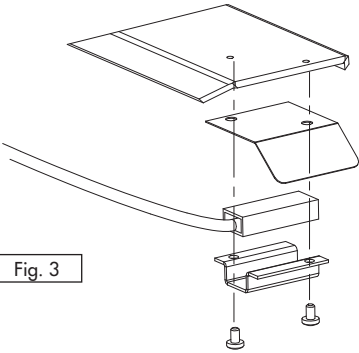

Fig. 3
2. Den Energieumwandler, den vorverkabelten Widerstand und seine Halterung auf den Gehäuseschlitten montieren (Fig. 3).